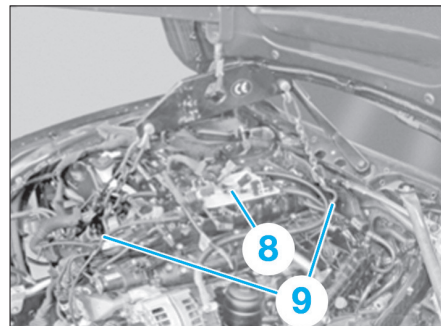

Fig. 107
- Débrancher le flexible de dépression (7) des supports moteur.
- Empêcher le faisceau de câbles du moteur (8) de tomber (Fig.107).